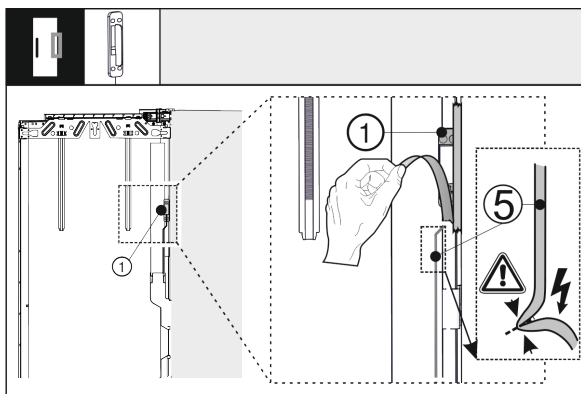

Fig. 40
- ▶ Снимите датчик стука Fig. 40 (1) с наружной двери. Не повредите соединительный кабель Fig. 40 (5).